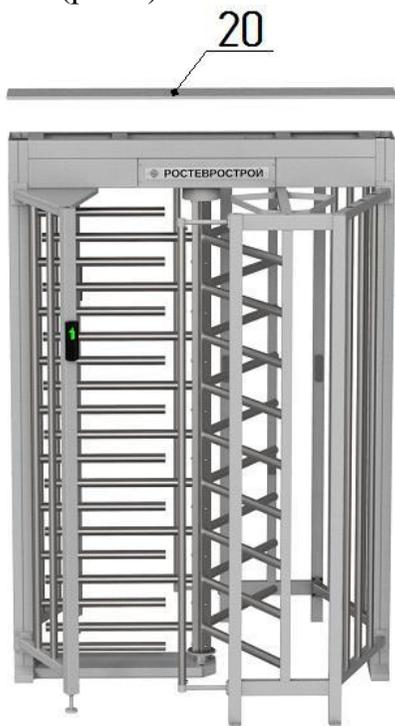

Рис. 7
5. Окончательная сборка (рис.7):
- установите на место крышку **20** (выполнить после подключения турникета и проведения режима калибровки) и закрепите винтами М4 (рис.7)